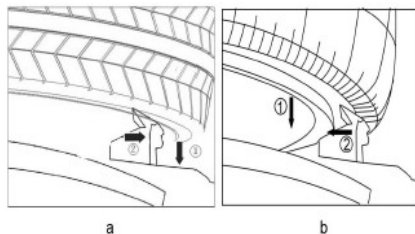

Рис. 15
- > В случае зажима изнутри, (рис.15-а), нажмите на педаль D, сведите кулачки вместе, поместите колесо на поворотный стол и нажмите на педаль С для зажима.
- > В случае внешнего зажима (рис.15-б), разведите кулачки наружу (на 2-3 см от края обода) и поместите колесо на поворотный стол, подведите обод близко к кулачкам, нажмите на педаль D для зажима колеса.